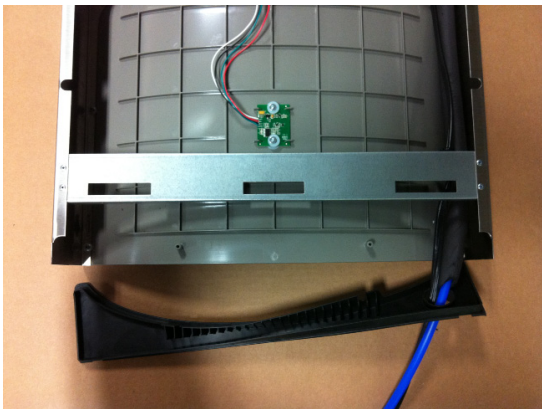

Fig. 5
- 6) Install gasket on bottom of bottle filler tower with gasket support bracket, (2) washers, & (2) screws (See Fig 5, Pg. 6).
- 6) Installez le joint sur fond de bouteille tour de remplissage avec support de joint, (2) rondelles, et (2) vis (voir figure 5, pg.6).